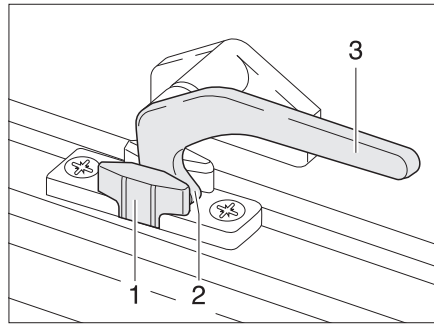
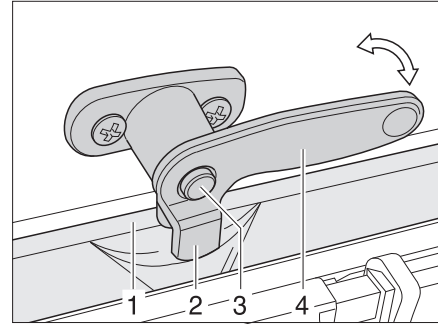

Fig. 66 Palanca de bloqueo en posición "Ventilación continua"
Fig. 67 Palanca de bloqueo con botón de seguridad en posición "Ventilación continua"
- En la posición "Ventilación continua" (Fig. 66)
- Caso disponible, presionar y mantener presionado el botón de seguridad (Fig. 67,3).
- Girar la palanca de bloqueo (Fig. 66,3 ó Fig. 67,4) un cuarto de vuelta hacia la mitad de la ventana.
- Girar de nuevo hacia atrás la palanca de bloqueo. El saliente de bloqueo (Fig. 66,2 ó Fig. 67,2) se ha de introducir para ello en el rebaje del bloqueo de la ventana (Fig. 66,1 ó Fig. 67,1).